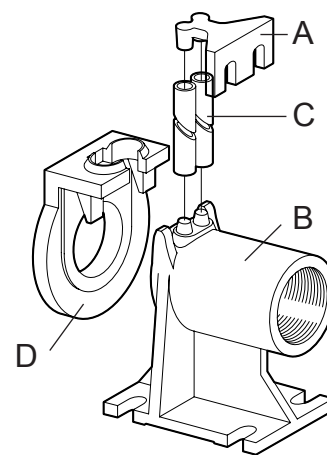

Fig. 7 Picior de cuplare
- Fixați scara de ancorare tuburi (fig. 7 – poz. A) de ghidare la marginea bazinului.
- Plasați pe fundul puțului piciorul de susținere pentru cuplarea automată (fig. 7 – poz. B) și controlați, printr-un fir de plumb, că proiecțiile conice pentru angajarea de tuburi de ghidare sunt perfect perpendiculare pe proiecțiile corespunzătoare ale suportului de ancorare al marginii bazinului. Verificați și platitudinea cu o nivelă cu balon de aer.
- Marcați poziția fantelor de pe piciorul de sprijin, asadar aratați lungimea exactă a tuburilor de ghidare (fig. 7 – poz. C).
- Montați flanșa specială (fig. 7 – poz. D) la cursor și ghidarea către gura de trimitere a pompei și agățați funia sau lanțul la mânerul sau orificiu pe partea superioară a corpului.